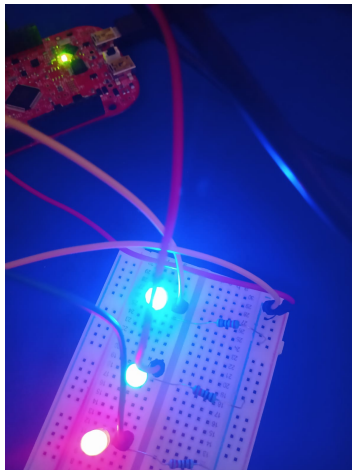

Figura 4: LED RGB - BLUE
- Figura 4 é a configuração do LED RGB para a cor azul.